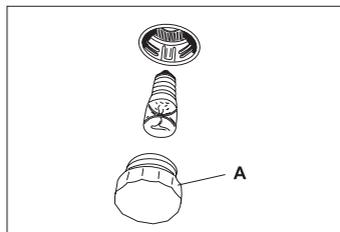

Abb. 3
2. Lassen Sie den Backofen abkühlen und schrauben Sie dann (gegen den Uhrzeigersinn) die Lampenabdeckung A (Abb. 3) heraus.